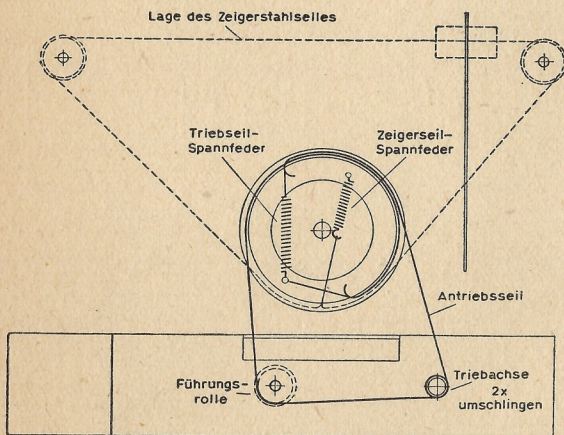

Abb. 3
3. Durch den nun freigewordenen Ausschnitt der Blende schadhaftes Seil entfernen und bei ganz eingedrehtem Drehkondensator neues nach Abb. 3 einziehen.